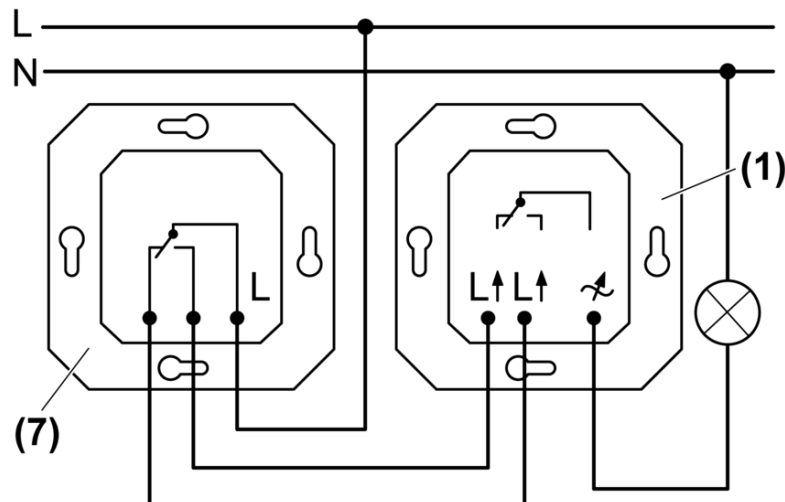

Figura 3: Circuito di commutazione
- Collegare il variatore di luce (1) e il deviatore (7) come da schema di collegamento (figura 3).